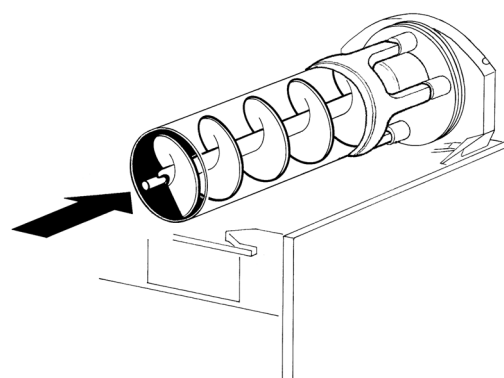

figura 16
**5** Enfilarse el rascador interior en el evaporador, acompañándolo con cuidado, evitando tocar la pared posterior (ver figura 16).